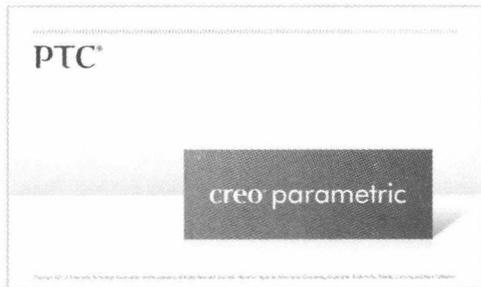

图 1-1 欢迎界面
**Step 01** 在桌面上双击 Creo Parametric 2.0 图标，启动 Creo Parametric 2.0，出现欢迎界面，如图 1-1 所示。